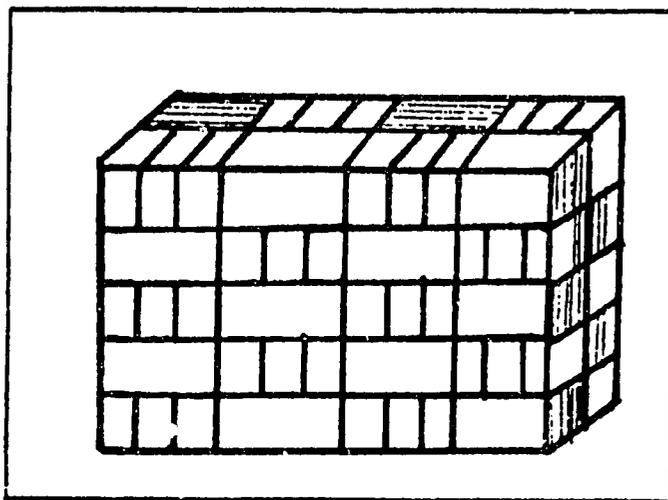

Fig. 23 - Bloques amontonados para el curado de 10 días.
67. Después de haberse secado durante una noche, todavía deben curar los bloques lentamente durante cuatro o cinco días más. El exceso de agua puede dañarlos en este período. El sol los curará demasiado rápido, reduciendo su fuerza. En climas muy cálidos, los bloques deben ser conservados húmedos durante este período. En cualquier clima debe evitarse que curen demasiado rápido. Los primeros cuatro días debe regárseles ligeramente con agua dos veces por día. Si se usó cal, el tiempo de curado debe ser el doble. Los bloques pueden encimarse hasta la altura de 10 filas para los próximos 10 días de curado. No deben amontonarse muy juntos. Debe haber un espacio de 2 o 3 cm (1 inch) entre cada uno para dejarlos curar correctamente. Una buena manera de amontonarlos es de poner 3 bloques arriba alternando la dirección de cada hilera (ver Fig. 23).